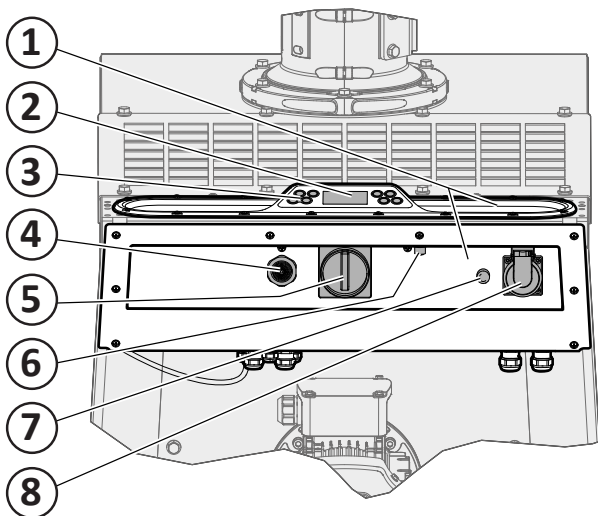
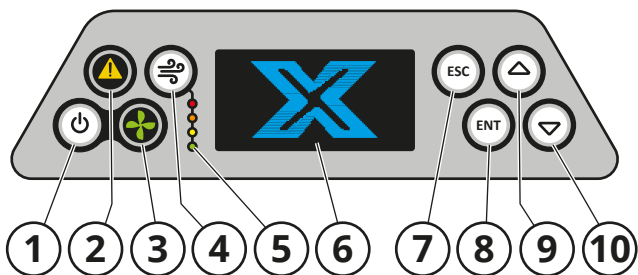

Fig. 16
Fig. 17
Siehe Fig. 16.
Am Bedienfeld (Fig. 16) sitzen Steuerung, Schalter, Anschluß für Zangenfühler sowie Anschluß 230 V AC mit Sicherungsautomat. Das Bedienfeld fungiert auch als Griff beim Verfahren und als Ablage.
Siehe Fig. 17.
Sobald die Maschine mit dem Schalter (5, Fig. 16), leuchtet das Display (6, Fig. 17) auf. Wenn auf dem Display EINSTELLUNGEN und INSTANDHALTUNG erscheinen, ist die Steuerung einsatzbereit. Der Ventilator wird mit dem Start/Stopp-Taste Ventilator gestartet/ gestoppt (1). Der ordnungsgemäße Betrieb wird durch die Anzeigeleuchte Ventilator (3) angezeigt. Wenn der Luftstrom zu gering ist, erlischt die Anzeigeleuchte und ein akustischer Alarm ertönt.
AUTO Stecker Start. Einstellung zum Starten/Stoppen des Ventilatormotors mit einem an Netzanschluß 230 V angeschlossenen Werkzeug (Pos 8, **Fig. 16**). Die Wahl erfolgt mit der Navigationstaste.
Bei der Wahl von **AUTO Reinigung ON** im Einstellungs-menü erfolgt automatisch eine Filterpatronenreinigung während des Betriebs. Die automatische Filterpatronenreinigung erfolgt zwischen voreingestellten Druckabfällen. Die Filterstatus-Anzeigeleuchten an der Steuerung (**Fig. 17**, Pos. 5) zeigen den Verschmutzungsgrad des Filtermediums an. Eine Offline-Reinigung erfolgt auch 20 Minuten nach dem Ausschalten des Ventilator-motors. Wenn die Filterpatrone voll und der Luftstrom zu niedrig ist, setzen akustischer Alarm und Warnanzeige ein Signal ab (2).